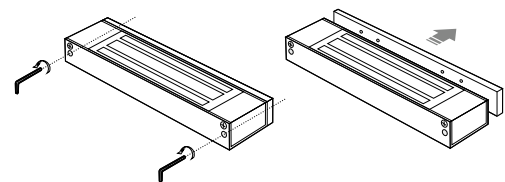

Рис. 6 Отсоединение крепежной планки
3. Отсодените крепежную планку, предварительно открутив снизу фиксирующие ее винты шестигранником, входящим в комплект. См. рис.6.